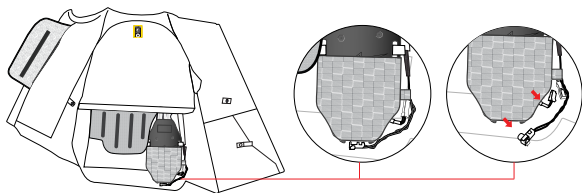

Figura 12
2. Accedere all'alloggiamento del gonfiatore (4) e scollegare il Connettore della Batteria (6) e il Connettore dello Squib del Gonfiatore (5) (Figura 12).